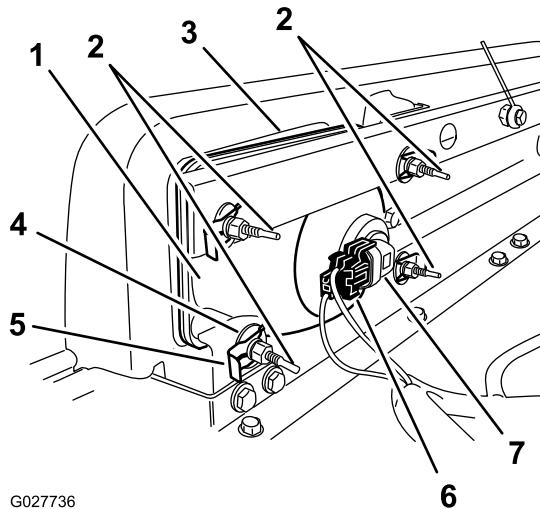

Figura 41
3. Scollegate il connettore elettrico del cablaggio dal connettore del gruppo luci (Figura 41).
4. Togliete i fermagli e le rondelle che tengono bloccato il faro anteriore sulla relativa staffa (Figura 41).
5. Rimuovete il gruppo faro anteriore spostandolo in avanti attraverso l'apertura nel paraurti anteriore (Figura 41).
6. Montate il nuovo faro anteriore attraverso l'apertura nel paraurti (Figura 41).
8. Collegate il connettore elettrico del cablaggio al connettore del nuovo gruppo luci (Figura 41).
2. Sul retro del gruppo faro, ruotate le viti di regolazione (Figura 41) per ruotare il gruppo faro e allineare la posizione di getto del fascio.